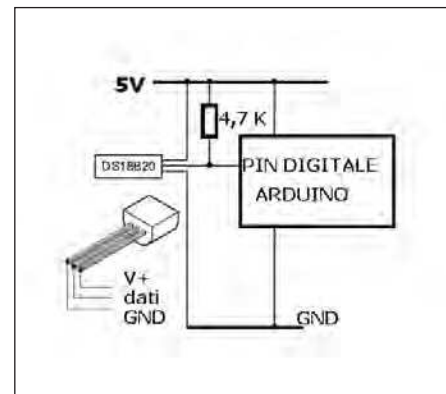

Figura 3: pinout del sensore DS18B20, resistenza è di 4,7 kohm.
**NTC 10K.** Questo componente è in sostanza una resistenza variabile con la temperatura. La relativa connessione è riportata in **figura 3**.